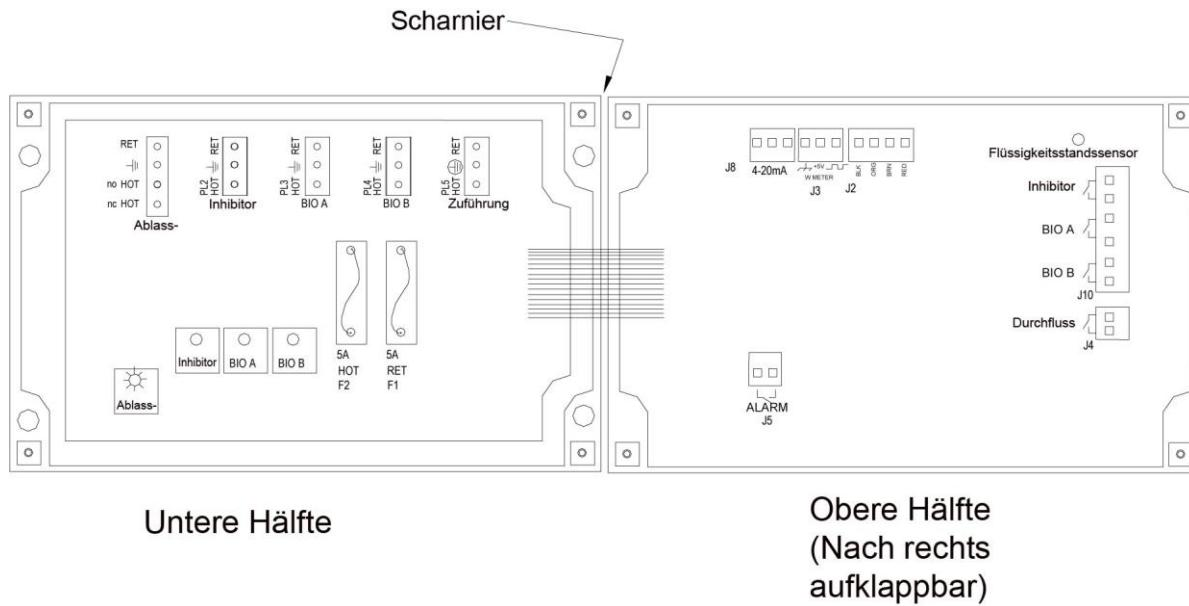

Abb. 2
Lösen Sie die vier (4) Schrauben an der Vorderseite des Controllers und schwenken Sie die obere Hälfte des Gehäuses vorsichtig nach rechts (siehe Abb. 2).